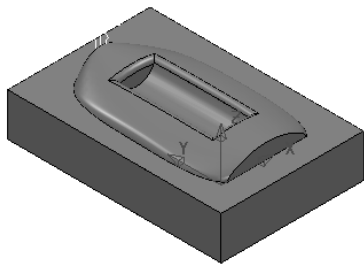

图 3-51 激活坐标系
4) 在“PowerMILL 资源管理器”中选中“用户坐标系”选项下的“1”,在弹出的快捷菜单中选择“激活”命令,激活新建立的坐标系,如图3-51所示。